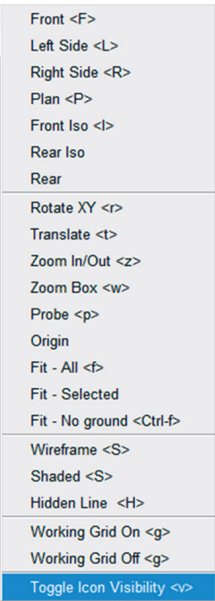

Figura 4.109 – Ativando para visualização os detalhes construtivos do modelo.
- Na janela que se abriu, clique em *Toogle Icon Visibility* (Figura 4.109).